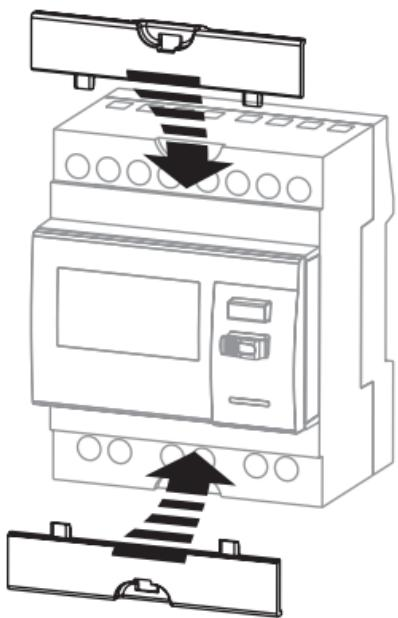

Fig.1
De teller E44 is enkel conform aan de MID richtlijn voor wat betreft de aansluiting aan de netwerken: 4NBL (fig.1 p.29) en 1Ln (fig.5 p.32)
- > **Montage van het klemmendeksel (fig.1 hiernaast)**